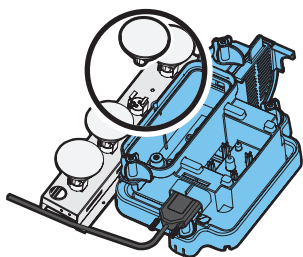

Fig.4
7. Retire la bombilla defectuosa, levantándola verticalmente con suavidad y desenganchando las clavijas del portalámparas (Vea las Fig. 4 y 5). Sustitúyala por una bombilla de color Optimyst Dimplex, 12 V, 45 W, base Gu5.3 y ángulo de haz de 8°. (Adquiera las bombillas de su proveedor)
8. Inserte con cuidado los dos pernos de la nueva bombilla en los dos orificios del portalámparas. Empújela firmemente en su lugar. (Vea las Figs. 4 y 5).